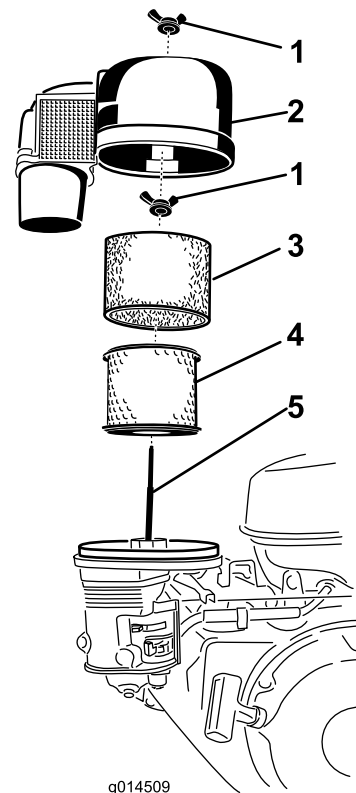

Figure 14
- Retirez l'écrou à oreilles et soulevez le couvercle du filtre à air avec son capot (Figure 14).
- Déposez l'élément en mousse (Figure 14).
- Retirez l'écrou à oreilles au sommet de l'élément en papier et retirez celui-ci (Figure 14).
1. Nettoyez l'élément en papier en le tapotant pour faire tomber la poussière. Remplacez l'élément en papier s'il est très encrassé (Figure 14).